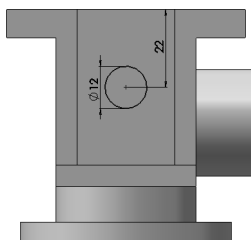

图 7-113 绘制正面 $\phi 12$ 孔草图
2) 绘制正面 $\phi 12$ 孔草图。单击“草图”控制面板中的 $\odot$ （圆）按钮，绘制一个圆。单击“草图”控制面板中的 f （智能尺寸）按钮，或选择菜单栏中的“工具”→“标注尺寸”→“智能尺寸”命令，标注圆的直径为 12，如图 7-113 所示。